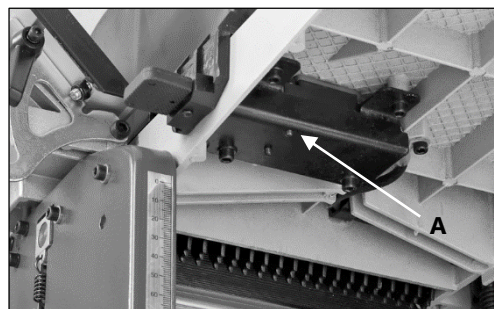

Рисунок 5.
**Станок оборудован концевым выключателем А (рис. 5). Без установленного и закреплённого кожуха для отведения стружки он не включится.**